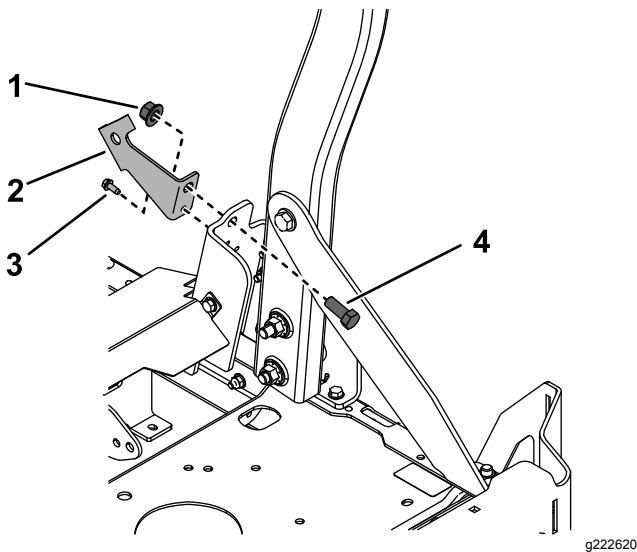

Figura 7
1. Instale los soportes de los cinturones de seguridad derecho e izquierdo usando 1 perno ( $\frac{1}{2}$ " x  $1\frac{1}{4}$ "), 1 contratuerca ( $\frac{1}{2}$ " y un tornillo autorroscante ( $\frac{1}{4}$ " x  $\frac{5}{8}$ " en cada soporte (Figura 7). Apriete los pernos a 41 N·m (30 pies-libra).